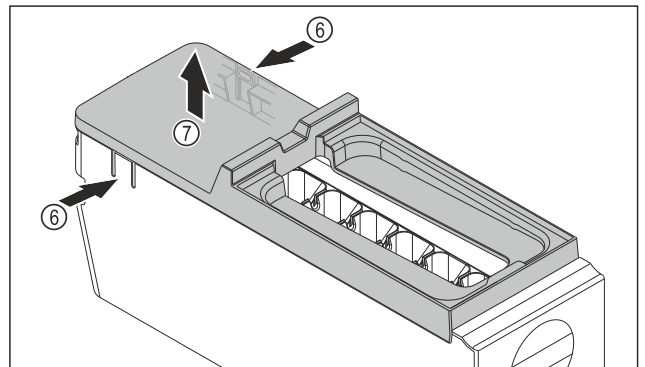

Fig. 113
- ▶ Izvadite poklopac tijela sustava EasyTwist-Ice: Pritisnite jezičke Fig. 113 (6) na obje strane tijela sustava EasyTwist-Ice jednom rukom.
- ▶ Poklopac Fig. 113 (7) drugom rukom izvucite prema gore.